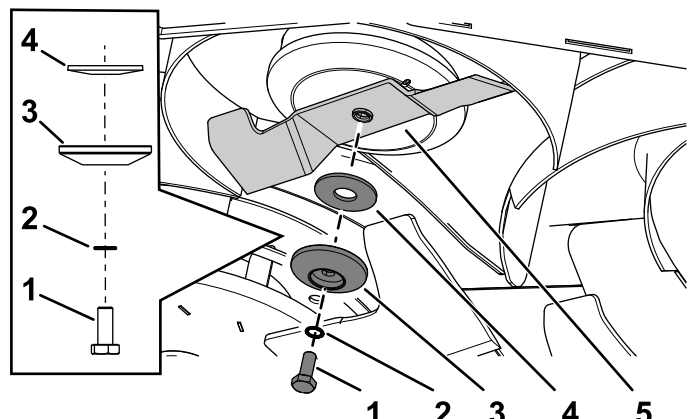

Bild 110
- Befestigen Sie das Messer mit der vorher entfernten Messerschraube, der Rippenscheibe, dem Messerhalter und der Wellenscheibe (Bild 110).